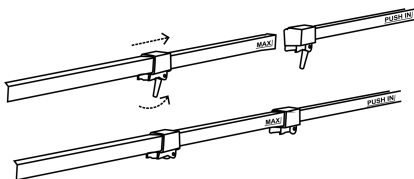

Abb.3
2. Öffnen Sie die Schnalle am mittleren Vorbau und stecken Sie den unteren Vorbau in den mittleren Vorbau. Stellen Sie die Länge so ein, dass der untere Vorbau in den mittleren Vorbau passt und schließen Sie die Schnalle. (Siehe Abb.3)